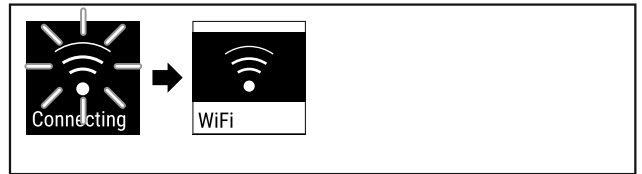

Fig. 76
- ▶ Forbindelsen er etableret (se Fig. 76).